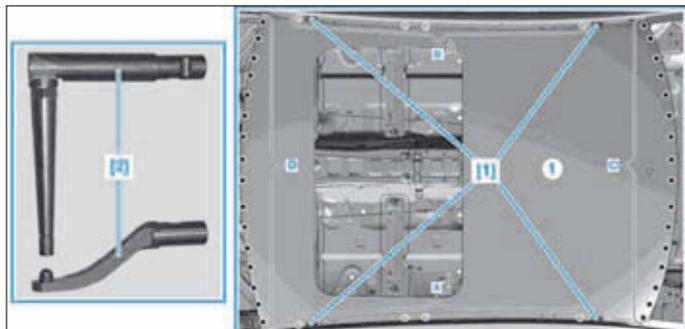

FIG. 129
- Poser le pavillon (1), l'ajuster avec des pièces intercalaires [1] et la fixer avec des agrafes à visser et des pinces de serrage (Fig.129).